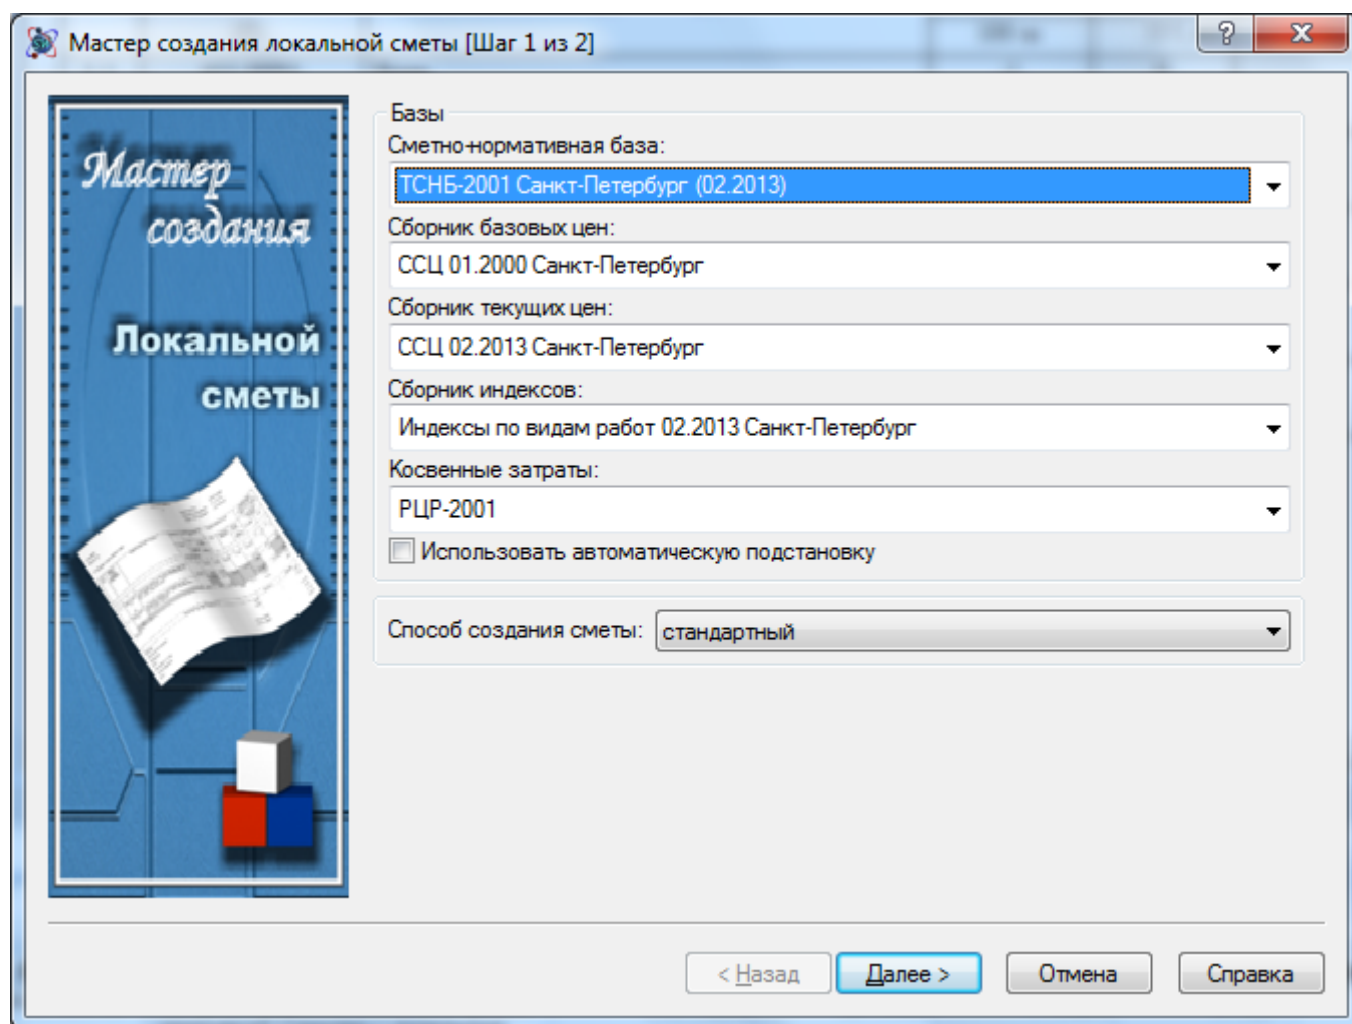

Рис. 4.6 Окно Мастер создания локальной сметы, шаг 1
4. Откроется диалоговое окно *Мастер создания локальной сметы* (рис. 4.6).